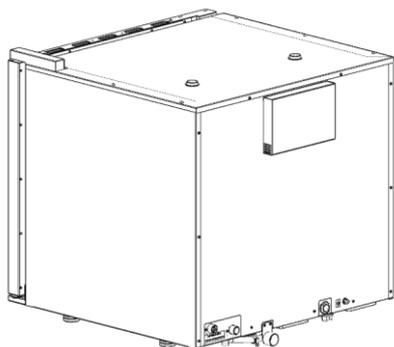

Рис. 7
10. Установить стенку заднюю конвекционной печи (см. Рис. 7);
11. Открутить винты крепления крыши печи (см. Рис. 7);